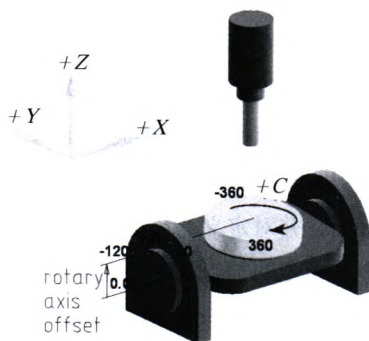

图1 VARIAXIS 500-50II双转台式五轴联动加工中心结构及坐标轴
(1) 机床的基本参数 为了制定出合理的后处理程序,首先对机床结构、功能、参数以及相应的指令格式进行分析。本机床属于双转台机床(见图1),除了X、Y、Z三个方向的直线运动外,机床的两个旋转运动是由工作台分别绕X轴(A轴)和Z